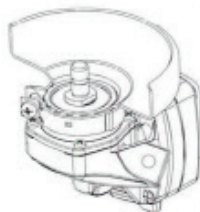

FIGURA 3
**Atenção!** Confirme se a extremidade convexa do escudo de proteção foi rotacionada e está posicionada de maneira a ficar entre o disco e o operador antes de apertar o parafuso. (FIGURA 3)